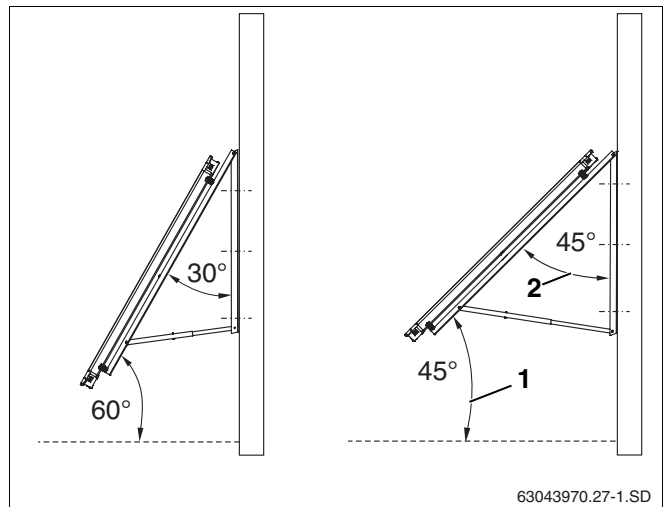

Fig. 10 Unghiul de amplasare a colectoarelor de pe o fațadă
- Unghiul de amplasare a colectoarelor (Fig. 10, **Poz. 1**) pe orizontală trebuie să se afle între 45° und 60° (respectiv unghiul de înclinare al colectoarelor Fig. 10, **Poz. 2** să fie între 30° și 45°).